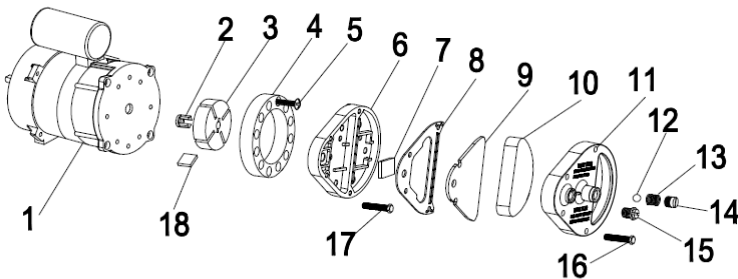

Abb.3
- Der Zwangsluftfilter (9) sollte einmal im Jahr ausgetauscht werden. (Siehe Abbildung 3).